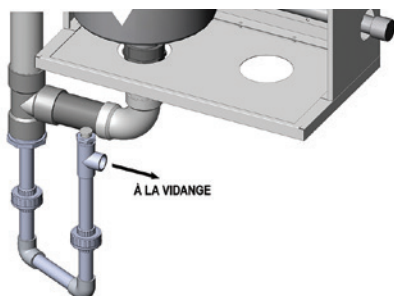

Figure 15 : Configuration du collecteur de condensat (alternative à deux unions)
- Utilisez le raccord union en PVC fourni afin de procurer un accès facile pour le nettoyage. Installez ce raccord à la base du collecteur tel qu'illustré selon les Figures 15 et 16. Les installations plus anciennes pourraient comporter une seule union à la base du collecteur (comme dans la Figure 13).